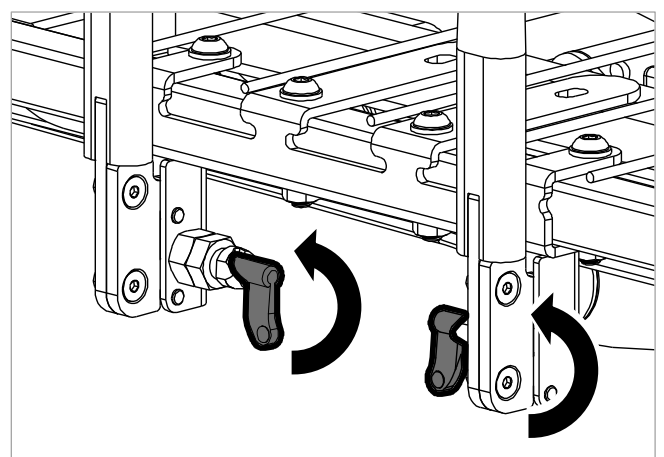

Figure 7.4
3. Verrouillez les pistons en tournant les poignées des deux pistons de verrouillage comme illustré à la Figure 7.4 de sorte que les pistons pointent vers le haut en position verrouillée.